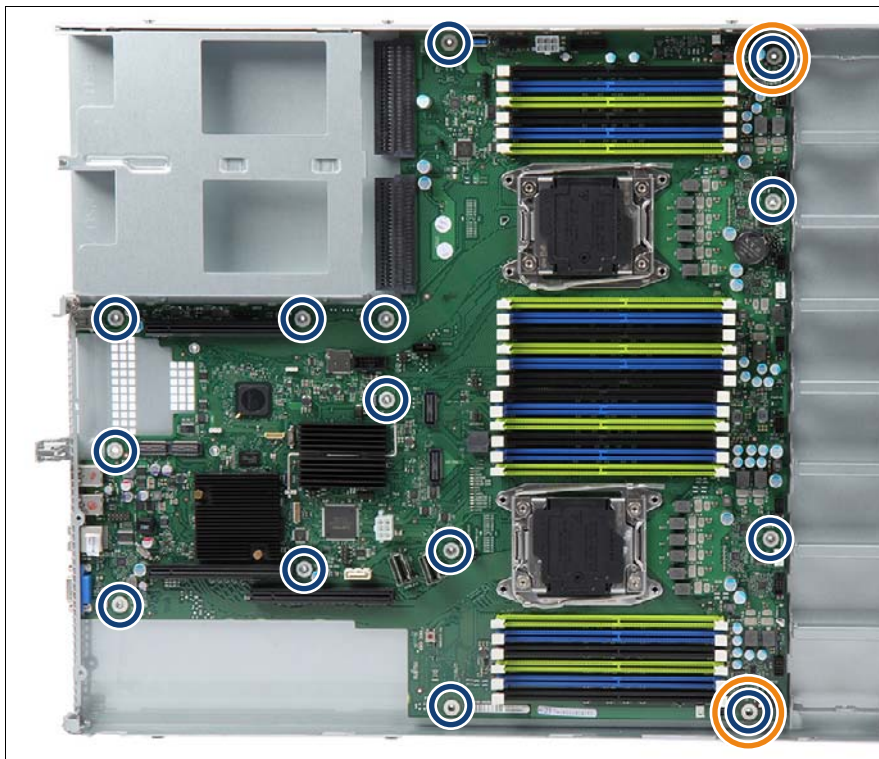

図 241: ネジの位置
- ▶ システムボードを調整します。必要に応じて、そっとひねってシステムボードの位置を調整します（333 ページ の図 241 の図のオレンジ色の丸で囲んだ部分はセンタリングボルトを示します）。
- ▶ システムボードを 14 本のネジで固定します（333 ページ の図 241 を参照）。